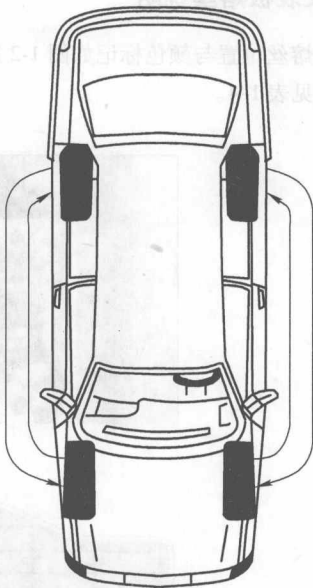

图 1-1 帕萨特领驭轿车的轮胎换位
- 为防止轮胎偏磨, 要按照图 1-1 所示执行轮胎换位操作, 使各个轮胎磨损均匀。